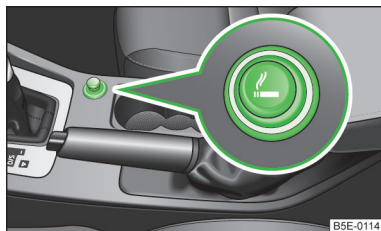

Fig. 64
- Premere il pulsante dell'accendisigari » fig. 64.